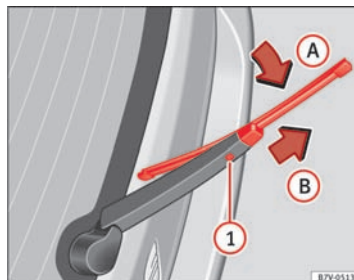

Fig. 114 Udskiftning af viskerblad til bagrude
- Drej viskerbladet lidt ⇒ Fig. 114 (pil A).
- Hold udløserknappen ① nede, og træk samtidig viskerbladet af i pilens retning B.
- Skub et nyt viskerblad til bagruden **med samme længde og af samme type** på viskerarmen modsat pilens retning B, indtil mekanismen ① går i hak.